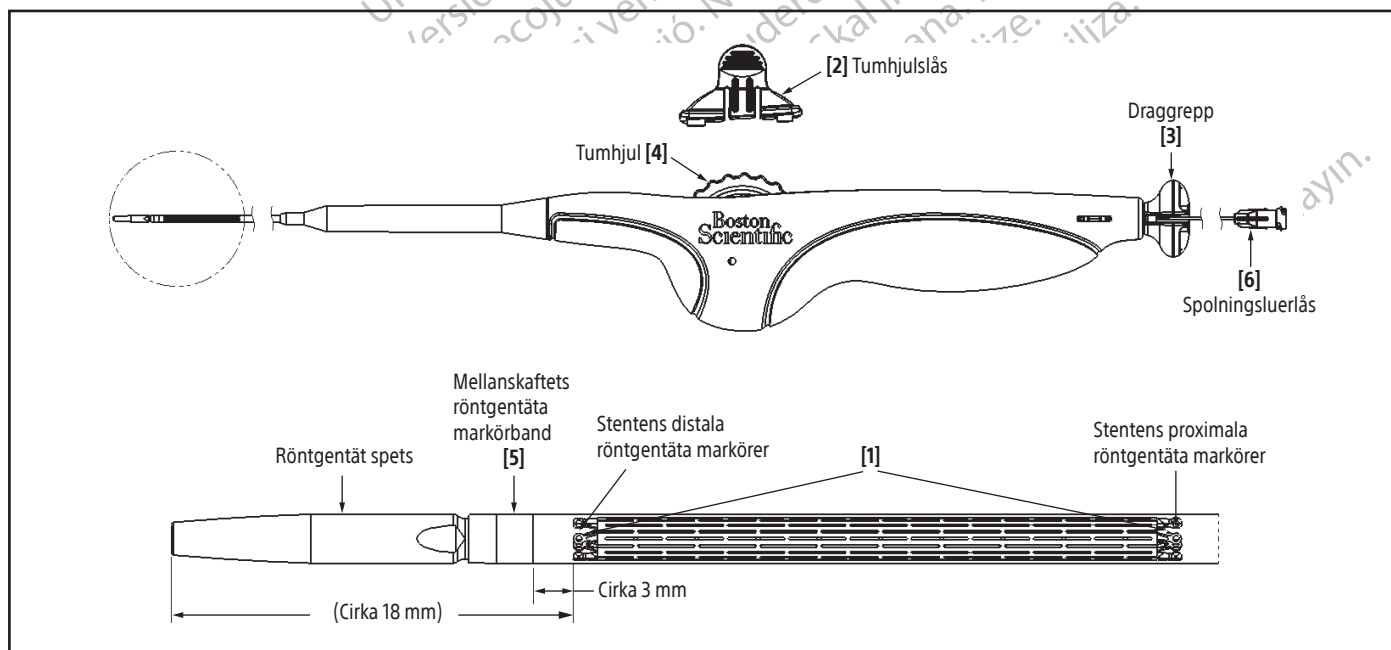

Bild 4. Stentinsättningsystem
7. Fäst en 10 ml (10 cc) spruta fylld med saltlösning vid spolningsluerlåset [6] på handtaget. Applicera positivt tryck. Fortsätt att spola tills saltlösning kommer fram vid den distala änden på ledarlumen. Ta bort spolningsluerlåset [6] (genom att dra i sprutan eller spolningsluerlåset [6]) (bild 4).